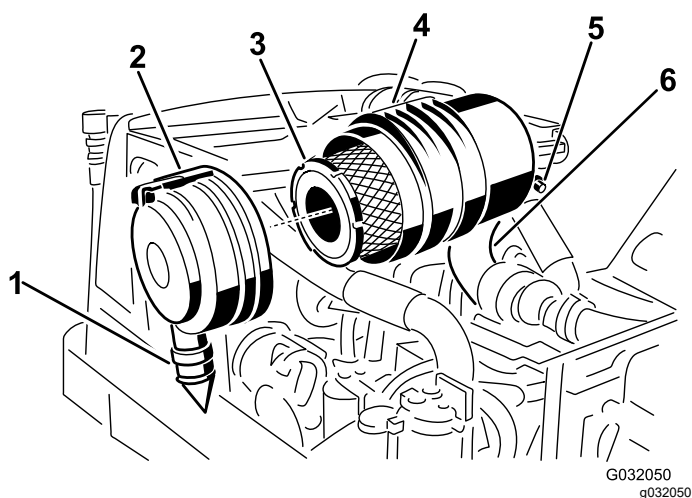

Рисунок 45
- Снимите фильтр грубой очистки (Рисунок 45).
- Замените фильтр грубой очистки (Рисунок 45).
7. Установите крышку так, чтобы резиновый выпускной клапан находился в нижнем положении — примерно между «5 и 7 часами» при взгляде с торца, и зафиксируйте защелку (Рисунок 45).